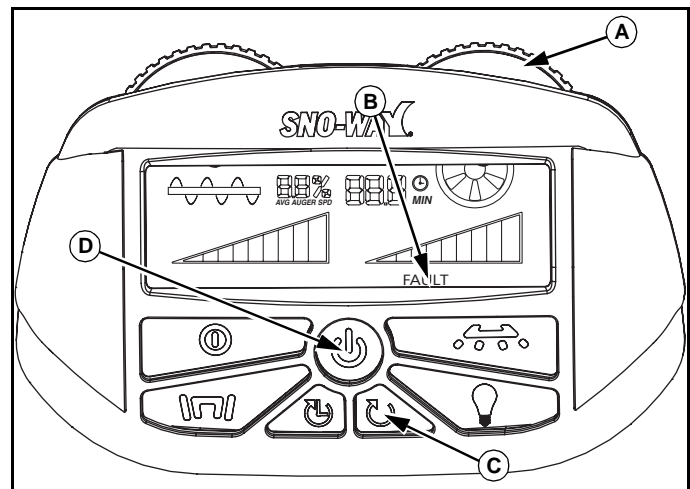

Abb. 1-19
Wenn der Rotor mit Streugut überlastet ist, dann wird das Wort FAULT (FEHLER) (A) auf dem Bildschirm angezeigt. Der rechte Rotordrehknopf (B), die EIN-/Aus-Taste (D) und die Fehlerücksetztaste (C) blinken dann rot. Das Diagramm verschwindet und der Rotor versucht, die Blockierung zu beseitigen. Wenn die Blockierung beseitigt ist, nimmt der Streuer wieder seinen vorherigen Betrieb auf. Wenn die Blockierung nicht beseitigt wurde, gibt das Gerät einen Piepton ab und funktioniert nicht mehr. Das Wort FAULT (FEHLER) (A) bleibt auf dem Bildschirm beleuchtet. Der Rotordrehknopf und die Fehlerücksetztaste blinken rot, die Ein-/Aus-Taste ist konstant rot. (Siehe Abb. 1-19.)